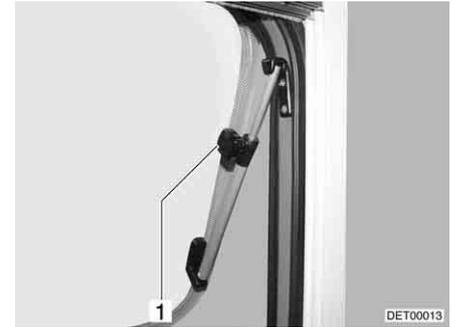

Bild 76 Ausstellfenster mit Dreh-Ausstellern, geöffnet
- Ausstellfenster bis zur gewünschten Stellung öffnen und mit Rändelknopf (Bild 76,1) feststellen.
- Rändelknopf (Bild 76,1) drehen, bis Arretierung freigegeben wird.